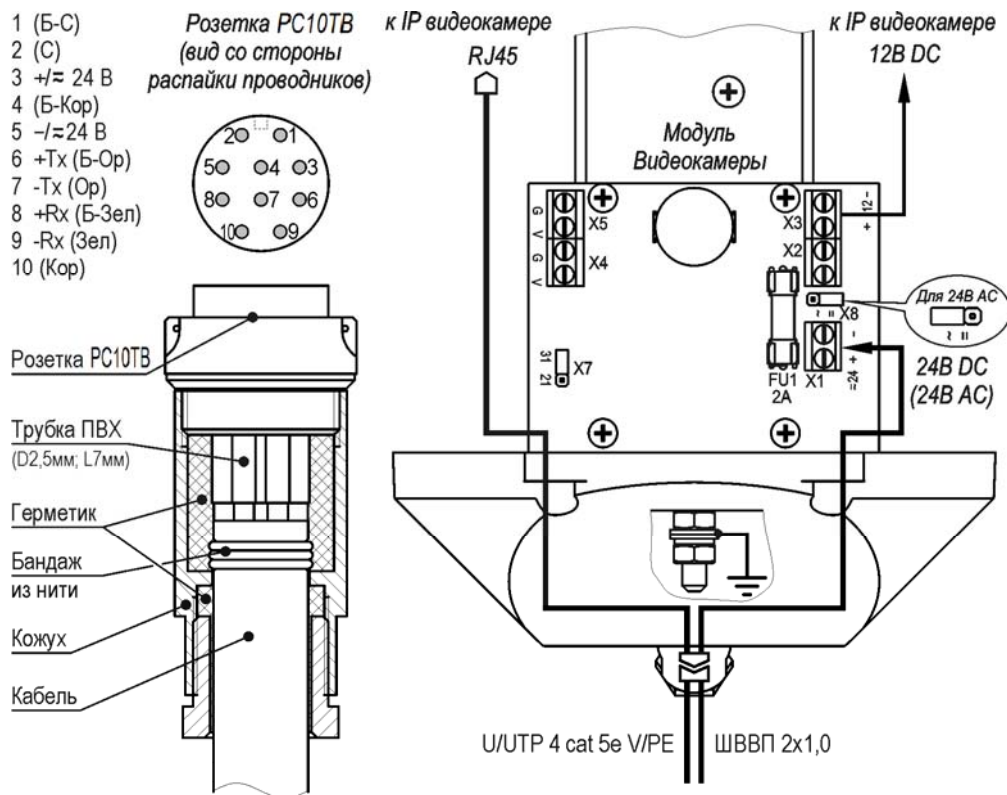

Рис.2 Распайка разъёма PC10TV и схема подключения IP-видеокамеры
1. Распаять ответную часть разъема PC10TV согласно требованиям к электромонтажу в соответствии с рис.2. После распайки разъем заполнить герметиком кремнийорганическим.
4. При необходимости изменить напряжение питания гермобокса или мощности обогрева, выкрутить 4 винта крепления задней крышки гермобокса, выдвинуть модуль видеокамеры из кожуха и установить джамперы X7 и X8 в нужное положение (рис.2). Установить модуль видеокамеры обратно в кожух. Закрутить 4 винта крепления задней крышки.
- X7 в положение «31» - мощность обогрева 31 Вт, для изменения мощности на 21 Вт джампер X7 необходимо переставить в положение «21» (см. рис.2);
- джампер X8 установлен в положение «=» – напряжение питания 24В DC, для питания гермовокса переменным напряжением 24В необходимо переставить джампер X8 в положение «~» (см. рис.2).